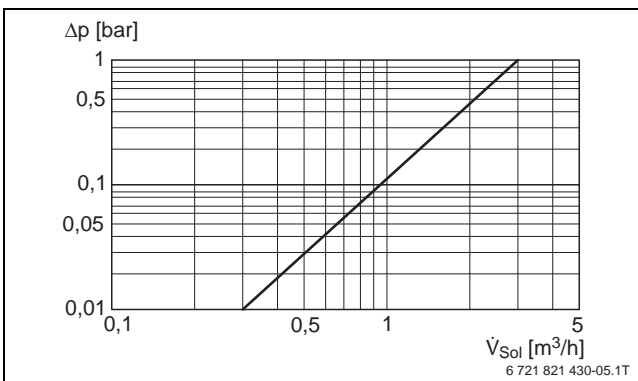

Bild 107 Druckverlust Volumenstromzähler WMZ 1.2
► Druckverluste des Volumenstromzählers bei der Auswahl der Solarstationen berücksichtigen (→ Bild 107).